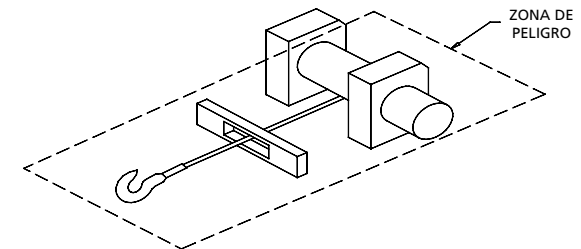

Fig. 1
3. Esté consiente de la zona de peligro. La zona de peligro es el área del tambor giratorio del cable de alambre, el escobén (si lo tiene), el cable de alambre, el gancho y el motor (vea la Fig. 1). Primero suelte la tensión de la carga y luego desconecte el interruptor de control antes de poner las manos en la zona de peligro o sus alrededores. Desconecte los conductores de alimentación de la batería antes de trabajar en el tambor o sus alrededores.